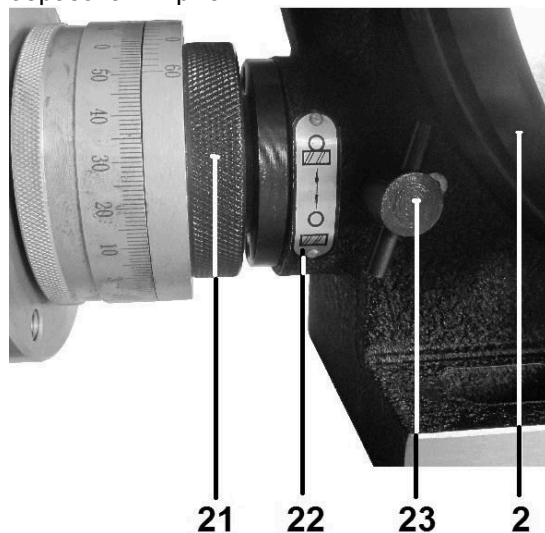

Рис. 10
6.7. Для непосредственной установки заготовки на необходимый угол по шкале (17) ослабьте фиксацию винта (23), (Рис. 10). Поворачивайте кольцо нониуса (21) по часовой стрелке до тех пор, пока он не коснется стопора, как показано на указателе (22) (Рис. 10), до расцепления шестерен редуктора. Непосредственным поворотом рабочего стола (2) установите заготовку в необходимое положение по шкале (17) (Рис. 7а, 7б).